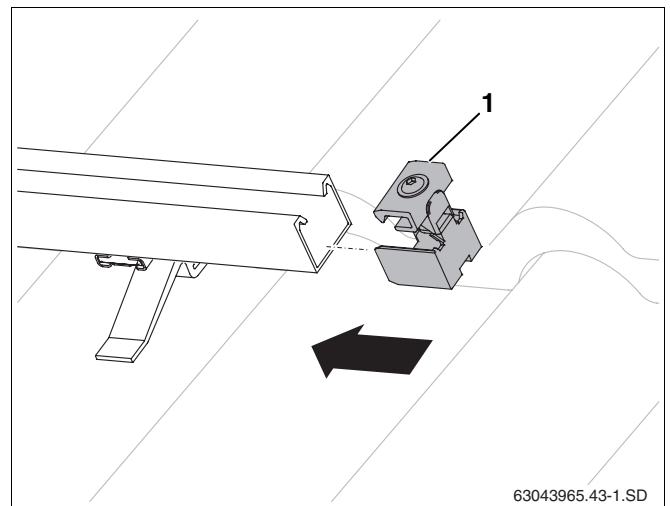

fig. 42 Colocar o tensor de colector unilateral
- ▶ Introduzir o tensor de colector unilateral nos perfis (fig. 42, **item 1**) na extremidade direita do campo de colectores até que os perfis encaixem no primeiro furo oblongo.